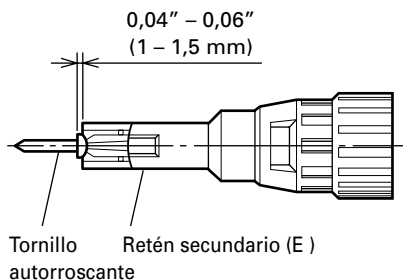

Fig. 6
- (3) Para tornillos autorroscante de grandes (Fig. 6)